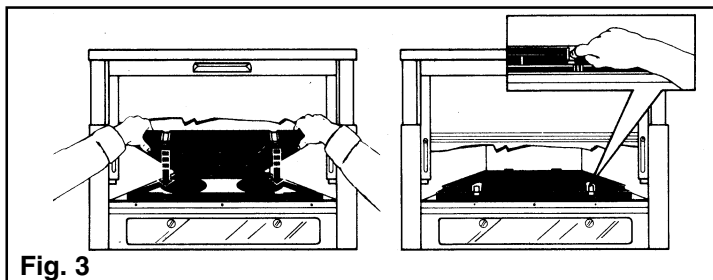

Fig. 3
3. Introduisez le filtre à charbon actif en haut avec les 2 Clips rouges le tenant en bas dans les taquets du cadre de retenue, poussez les 2 Clips rouges vers l'intérieur et mettez le filtre à charbon actif en place dans le cadre de retenue. **Fig. 3.**